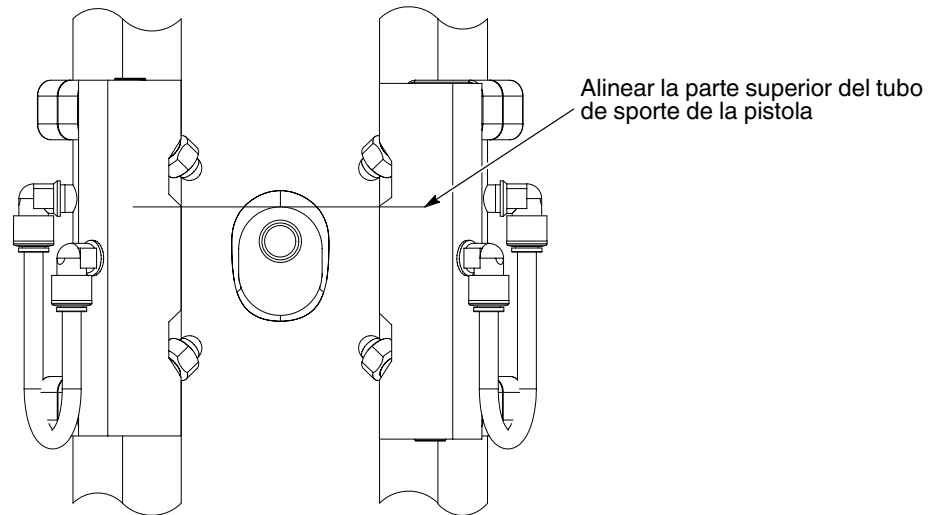

Figura 5 Alinear la parte superior del tubo de soporte de la pistola
1. Mover verticalmente el distribuidor para alinear el borde del mismo (debajo de la boquilla superior) con la parte superior del tubo de soporte ovalado de la pistola, tal y como se muestra en la figura 5. Repetir el procedimiento para el segundo distribuidor.